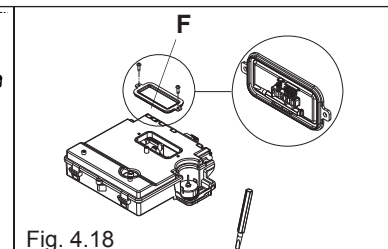
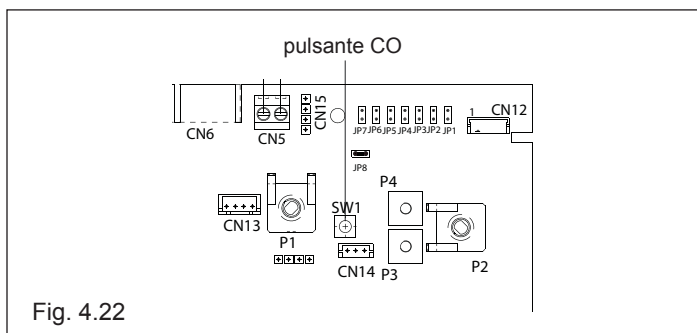

Fig. 4.18
Fig. 4.22
- desenroscar los tornillos de fijación de la tapa (F) para acceder a la regleta de conexión (fig. 4.18)
utilizando el destornillador suministrado en dotación (fig. 4.18), presionar el pulsador CO (fig. 4.22). El valor se confirma y los tres led se encienden fijos por aproximadamente 4 seg. Cuando los led vuelven a parpadear, se puede pasar a la regulación del parámetro siguiente.
Utilizando el destornillador suministrado en dotación, presionar el pulsador CO (fig. 4.22). El valor se confirma y los tres led se encienden fijos por aproximadamente 4 seg. Cuando los led vuelven a parpadear, se puede pasar a la regulación del parámetro siguiente.
P durante la regulación de encendido lento utilizando el destornillador suministrado en dotación, presionar el pulsador CO (fig. 4.22). El valor se confirma y los tres led se encienden fijos por aproximadamente 4 seg. Cuando los led vuelven a parpadear, se puede pasar a la regulación del parámetro siguiente.
- Presionar una vez el pulsador "CO" (fig. 4.22)